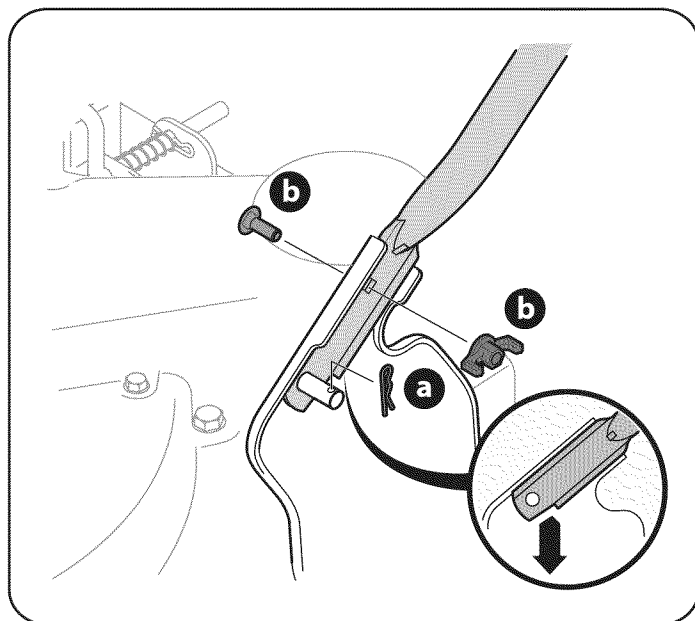

Figura 2
- a. Sitúe los agujeros inferiores de la manija inferior sobre los pernos de los soportes de la manija, y asegúrelos con broches de horquilla. Vea la Figura 2.
- b. Inserte los tornillos del carro desde el lado de afuera a través del agujero superior de la manija inferior y asegúrelos con tuercas de mariposa. Vea la Figura 2.